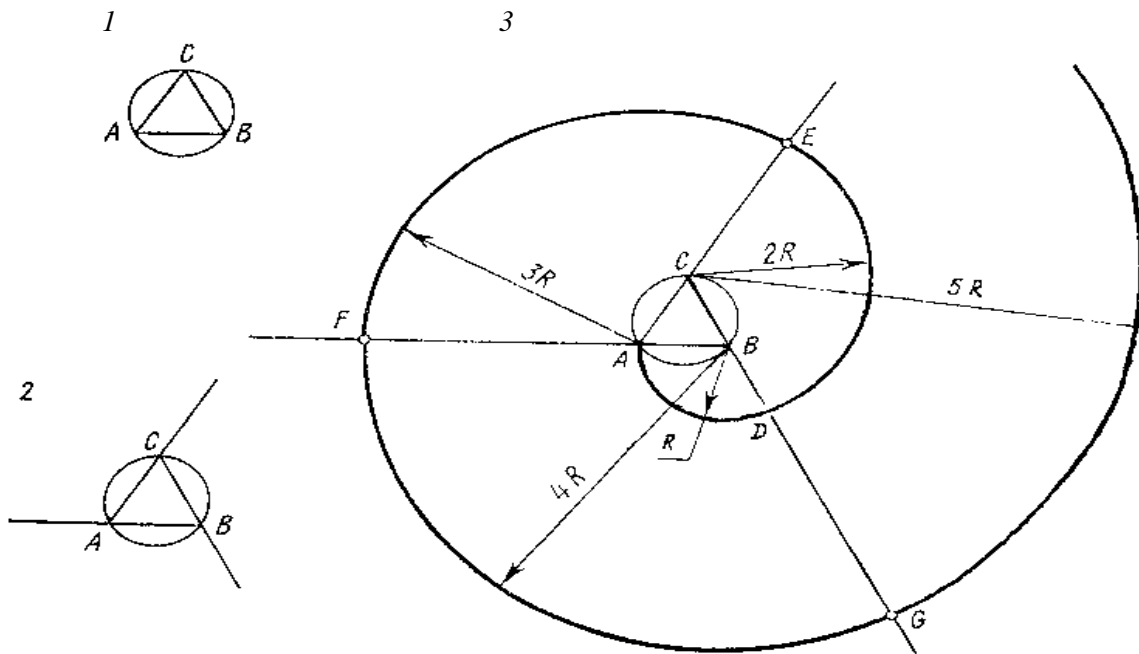

Рис. 34. Построение завитка
**Построение завитка, который имеет три центра, показано на рис. 34.**